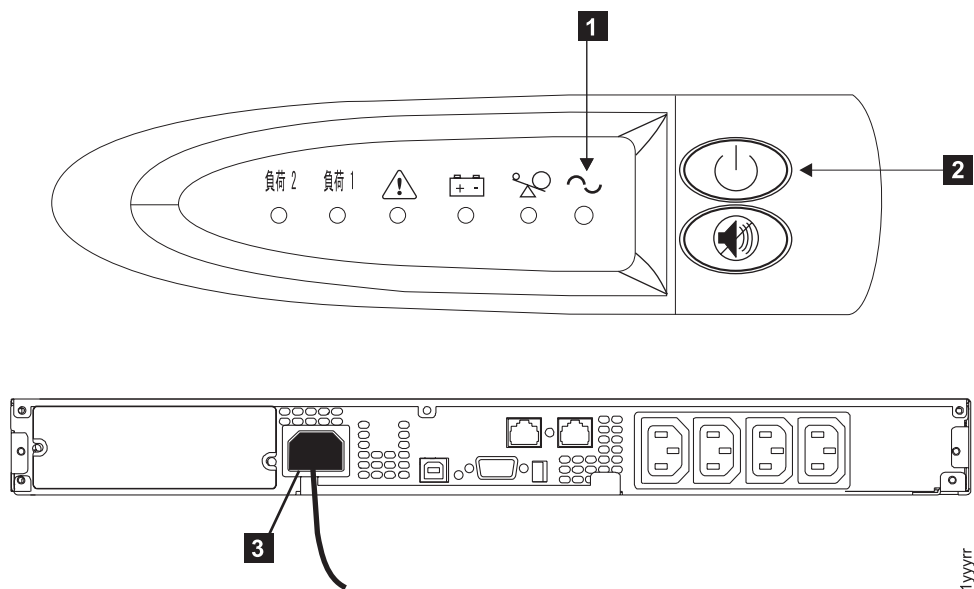

図 199. 2145 UPS-1U のフロント・パネルと背面パネル
2. 「オン/オフ」ボタン **2** を、電源ライト **1** が消えるまで (約 5 秒)、押し続けます。2145 UPS-1U は待機モードになり、すべてのインディケータがオフになります。2145 UPS-1U の正面図と背面図については、図 199 を参照してください。